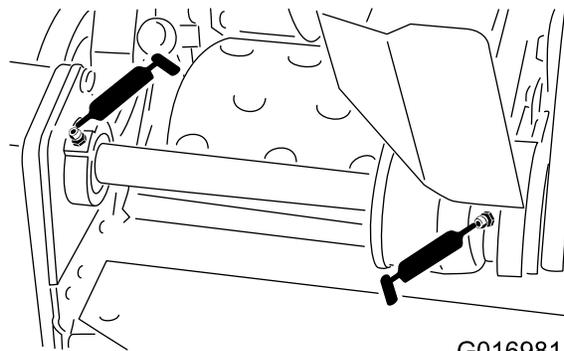

Figura 19
- 2 en los cojinetes del contraeje del molinete (Figura 19)